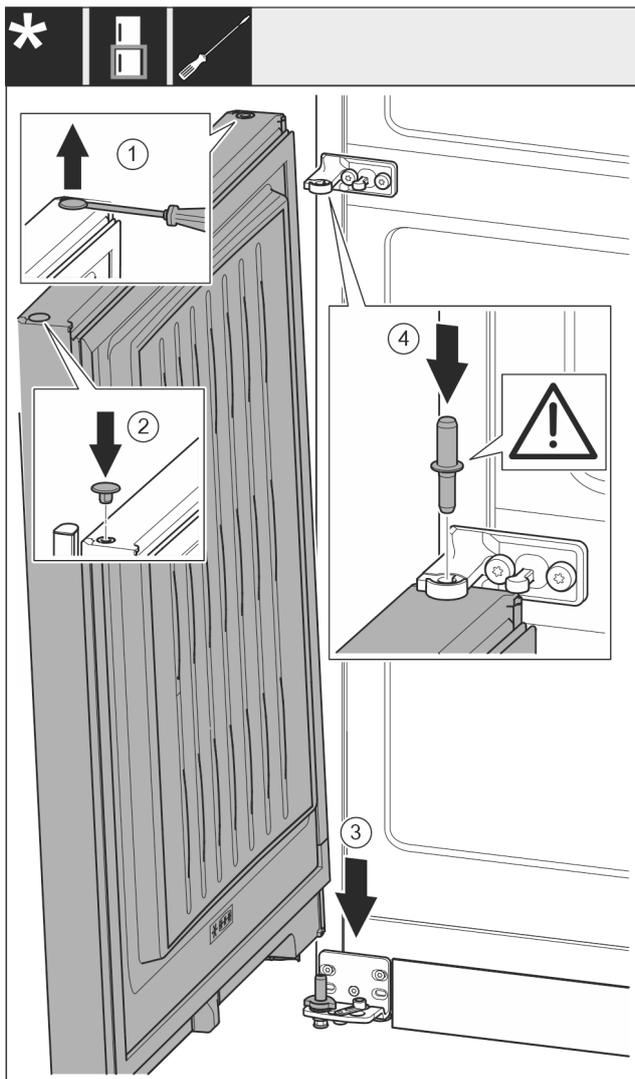

Fig. 20
- ▶ Stopfen Fig. 20 (1) vorsichtig mit einem Schlitzschraubendreher anheben und herausziehen.
- ▶ Stopfen Fig. 20 (2) auf der anderen Türseite wieder einsetzen.
- ▶ Tür Fig. 20 (3) von oben auf den unteren Lagerbolzen aufsetzen.
- ▶ Lagerbolzen Mitte Fig. 20 (4) durch Lagerbock Mitte in die untere Tür einsetzen. Dabei darauf achten, dass der Rastnocken nach hinten zeigt.